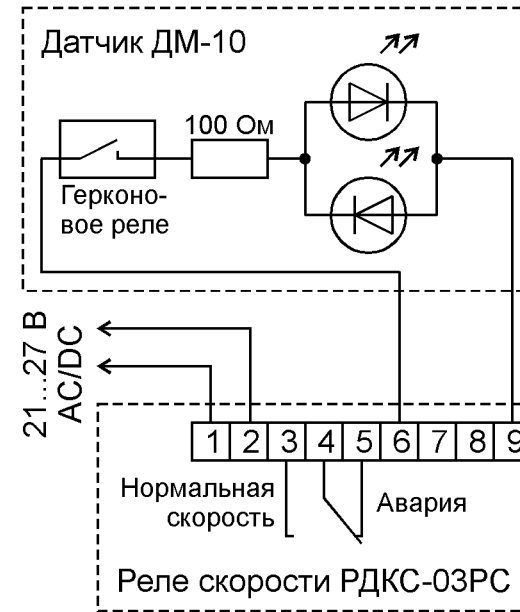

Рис. 3. Схема подключения РДКС-03А.
- светодиод: «Реле» [поз. 7], показывающий состояние выходных контактов РС. Светодиод горит, когда контакты находятся в положении «Нормальная скорость» (рис. 3);
Схема подключения УКС показана на рис. 3.
Клеммы РС рассчитаны на использование проводов сечением от 0,5 до 2,5 мм². Клеммы 1 и 2 РС служат для подачи напряжения электропитания (см. рис. 3), а клеммы 3, 4 и 5 – для блокировки контролируемого механизма. Датчик ДМ-10 в произвольной полярности подключается к клеммам 6 и 9, а клеммы 7 и 8 РС не используются. Для подключения проводов к разъёмным клеммным рядам РС необходимо отсоединить клеммные колодки от печатной платы, осторожно потянув их вверх. Затем следует провести кабели через гермовводы и подключить провода к клеммам, после чего вновь присоединить колодку к печатной плате РС до фиксации.
При отсутствии сетевого напряжения на клеммах 1 и 2 РС контакты встроенного электромагнитного реле находятся в положении «Авария» (рис. 3).